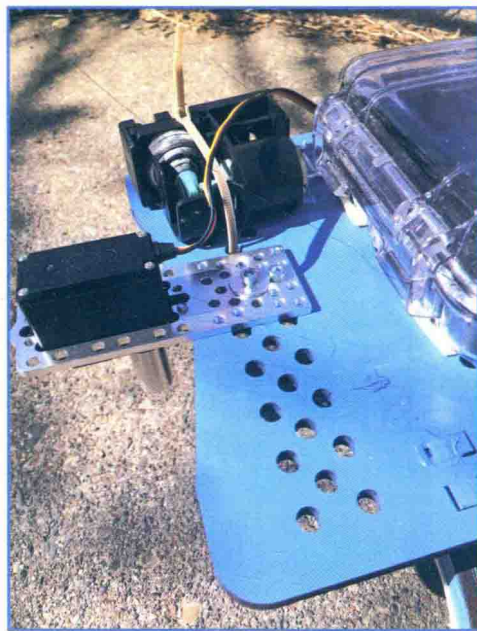

图 11.18 将伺服机构固定在艇体上
6. 在伺服板的帮助下将伺服机构固定在艇体上，如图 11.18 所示。